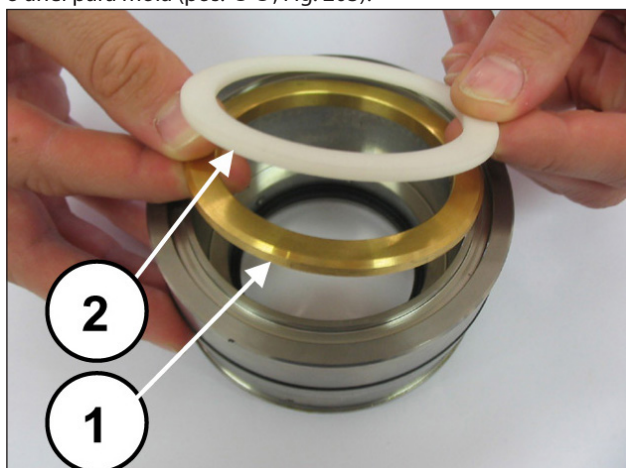
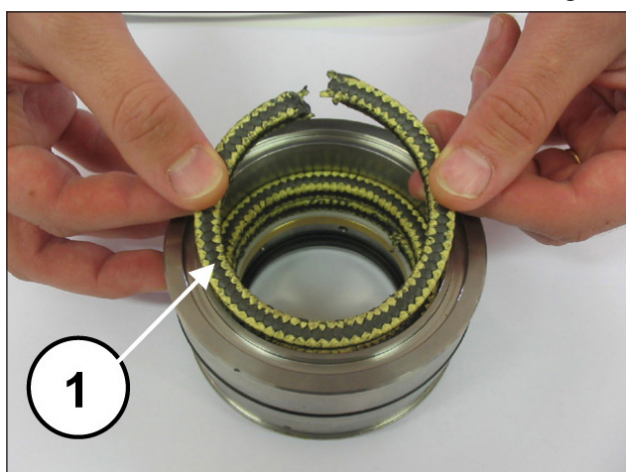
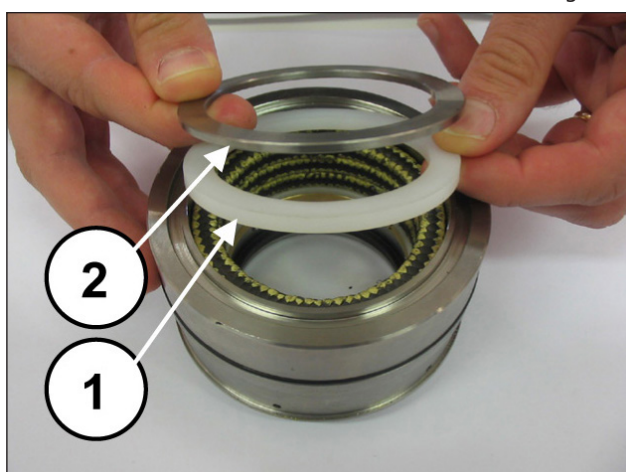

Fig. 201
Fig. 202
Fig. 203
Monte o anel de suporte e o anel anti-extrusão (pos. ①②, Fig. 201), os três anéis de estanqueidade KC prestando atenção para que os entalhes se encontrem a 120° um do outro (pos. ①, Fig. 202), o anel de raspagem dos vedantes KC e o anel para mola (pos. ①②, Fig. 203).